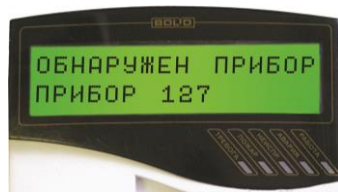

Рисунок 24
5.3.4 В течение 1 мин после включения питания пульт должен показать сообщение об обнаружении устройства с сетевым адресом, соответствующим текущему адресу контроллера (заводской адрес контроллера – 127). На рис. 24 представлен индикатор пульта «С2000М» с соответствующим сообщением.